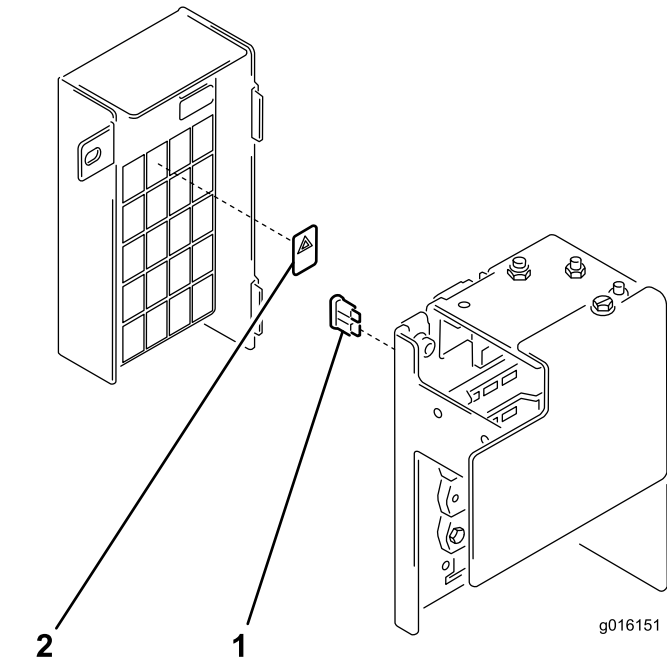

Figure 12
1. Insérez le fusible de 10 A dans l'emplacement libre du porte-fusibles (Figure 12)
2. Apposez l'autocollant de fusible à l'emplacement correspondant sur l'autocollant du porte-fusibles (Figure 12). Vérifiez que la surface du porte-fusibles est propre et sèche avant d'y placer l'autocollant.